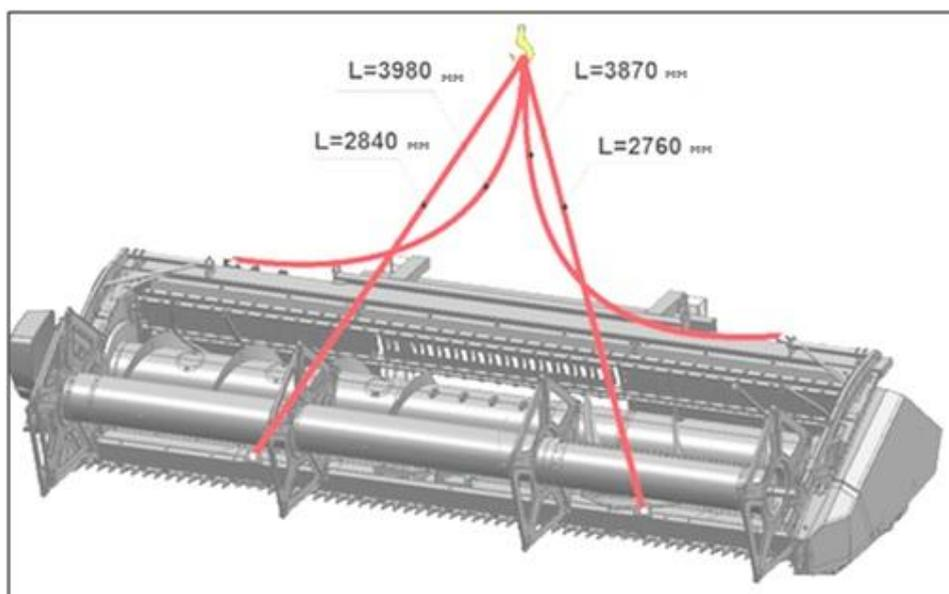
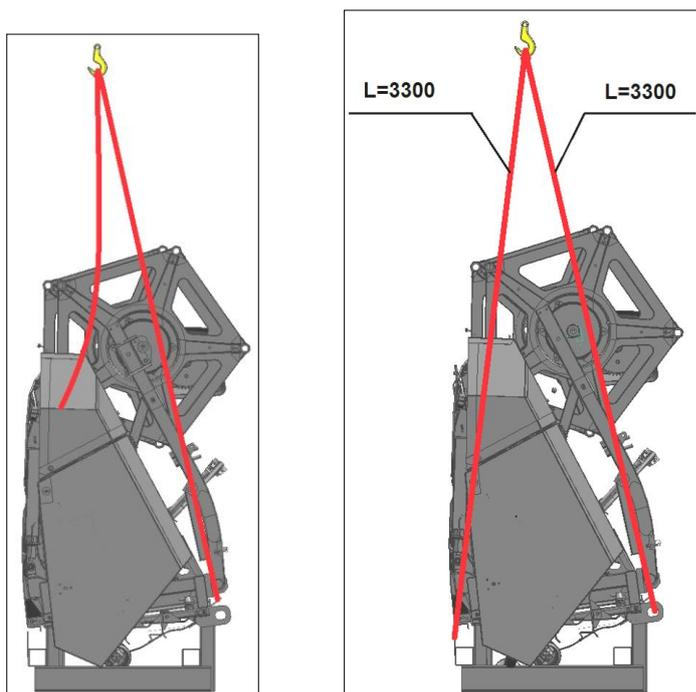

Рисунок 7.11
Рисунок 7.14
1) Отсоединить стропы разных длин (см.рисунок 7.11), затем установить стропы одинаковых длин 3300 мм в петли рамки (см. рисунок 7.14). **ЗАПРЕЩАЕТСЯ** СТРОПИТЬ ЗА ЭЛЕМЕНТЫ ЖАТКИ!;